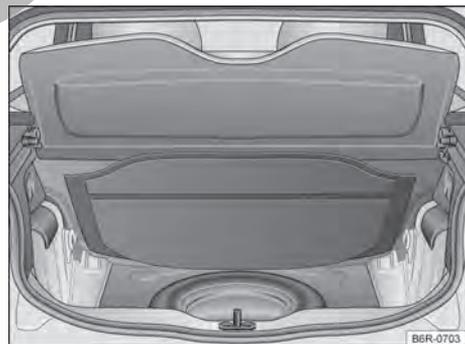

Fig. 131 En el maletero, debajo de la moqueta: rueda de emergencia y herramientas de a bordo.
Las herramientas de a bordo y la rueda de emergencia están ubicadas en el maletero, debajo del revestimiento del piso → **fig. 131**.
- Levantar el revestimiento del maletero → fig. 131.